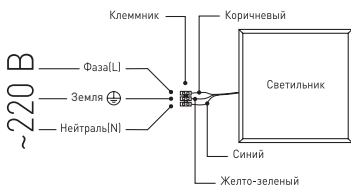
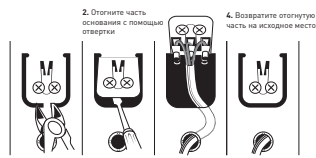

Рис.1. Схема подключения светильника SPO-6-48 к сети 220В.
Рис.2. Схема подключения светильника SPO-6-36 к сети 220В.
3.3.2. Этот провод необходимо подключить к проводу источника питания с помощью внешнего клеммника (в комплект не входит) в соответствии со схемой, изображенной на рис. 1; модель SPO-6-36 не имеет вывода проводов, подключение происходит через клеммную колодку в соответствии со схемой на рис. 2.